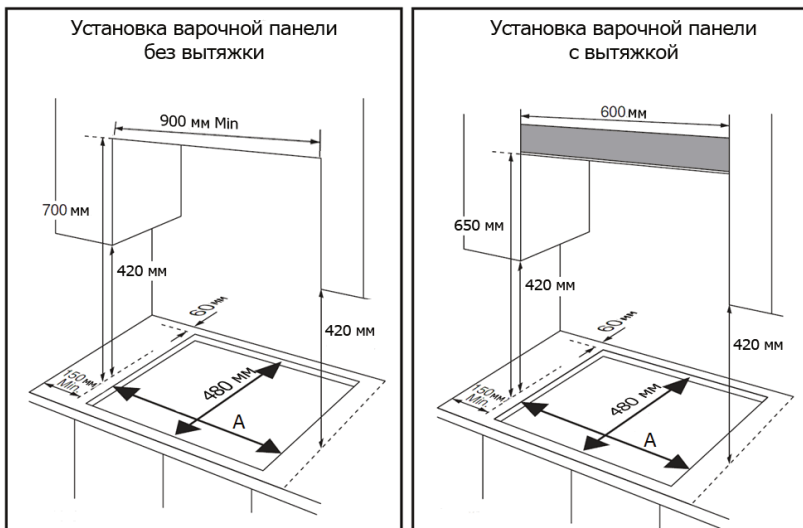

Рис. 5. Подготовка места для установки прибора (размер **A** см. в табл. 3)
шкафом, расстояние между ними должно быть не менее 700 мм (рис. 5).
5. Для установки варочной панели необходимо обеспечить свободное пространство вокруг, в соответствии с рис. 5.